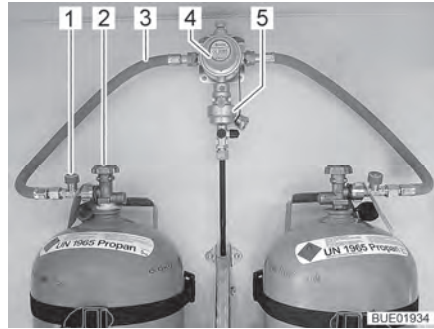
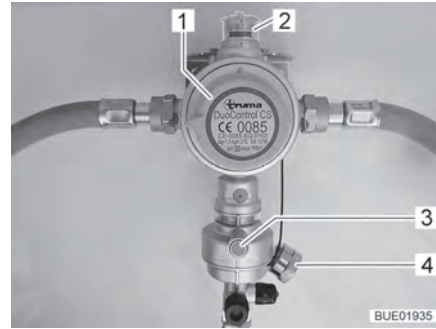
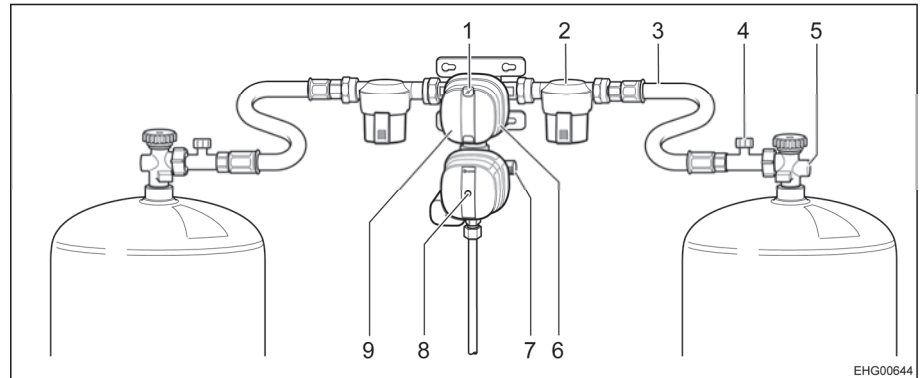

Bild 67 Gasflaskor med DuoControl
Bild 68 DuoControl-styrssystem
Bild 69 Gastryck-styrssystem DuoControl CS
DuoControl-styrssystemet består av en omkopplingsventil (Bild 67,4) och en crashsensor (Bild 67,5). DuoControl-styrssystemet är monterat mellan gasslangarna (Bild 67,3) med slangbrottssäkring (Bild 67,1). Med vredet (Bild 68,1) på omkopplingsventilen ställer du in vilken gasflaska som ska användas som driftflaska och vilken som ska användas som reservflaska.
I fönstret (Bild 68,2) visas gasförsörjningens status:
Drift med bara en gasflaska är tillåten. Den öppna anslutningen måste dock förslutas med ett blindlock (Bild 68,4) i detta fall.
Crashsensorn stänger av gastillförseln vid kraftig vibration (t. ex. vid en krock). Crashsensorn aktiveras genom att trycka på den gröna resetknappen (Bild 68,3).
Slangbrottssäkringen (Bild 67,1) stänger av gasflödet om den anslutna slangen går sönder. Slangbrottssäkringen måste aktiveras genom att trycka på den gröna knappen.
DuoControl-styrssystemet består av en omkopplingsventil med crashsensor (Bild 69,9). DuoControl-styrssystemet är monterat mellan högtrycksslangarna (Bild 69,3) med slangbrottssäkring (Bild 69,4). Med vredet (Bild 69,6) på omkopplingsventilen ställer du in vilken gasflaska som ska användas som driftflaska och vilken som ska användas som reservflaska.
På statusindikatorn (Bild 69,1) visas gasförsörjningens status:
Drift med bara en gasflaska är tillåten. Den öppna anslutningen måste dock förslutas med ett skruvlock (Bild 69,7) i detta fall.
Crashsensorn stänger av gastillförseln vid kraftig vibration (t. ex. vid en krock). Crashsensorn aktiveras genom att trycka på den gula återställningsknappen (Bild 69,8).
Slangbrottssäkringen (Bild 69,4) stänger av gasflödet om den anslutna slangen går sönder.
Kontrollenhet Gastillförseln via DuoControl-styrsystemet slås på och av på kontrollenheten (Bild 70). Gasflaskornas huvudavstängningsventiler (Bild 69,5) och gasavstängningsventilerna på apparaterna måste öppnas för hand.
- Med vredet (Bild 69,6) på omkopplingsventilen väljs gasflaskan, som ska prioriteras (driftflaska). Vrid alltid vredet till stoppläget.
- Öppna huvudavstängningsventilerna (Bild 69,5) på gasflaskorna.
- Aktivera slangbrottsäkringen (SBS). För att göra detta, tryck på den gröna knappen (Bild 67,1) resp. tryck på SBS (Bild 69,4) i cirka 5 sekunder. I fönstret resp. på statusindikatorn (Bild 69,1) visas den gröna markeringen.
- Stäng huvudavstängningsventilerna (Bild 67,2 resp. Bild 69,5) på gasflaskorna.
Om den gröna kontrolllampan (Bild 70,6) slocknar under drift och den röda kontrolllampan (Bild 70,5) tänds är driftflaskan tom och måste bytas ut. I fönstret (Bild 68,2) resp. på statusindikatorn (Bild 69,1) visas den röda markeringen. Gasförbrukarna försörjs med gas från reservflaskan.
- Vrid vredet (Bild 69,6) ett halvt varv i riktning mot den gasflaska som används för tillfället. Då blir denna gasflaska driftflaska och den tomma flaskan blir reservflaska. Markeringen i fönstret (Bild 68,2) resp. på statusindikatorn (Bild 69,1) växlar från rött till grönt.
- Stäng huvudavstängningsventilen (Bild 67,2 resp. Bild 69,5) på den tomma gasflaskan. Beakta pilriktningen.
- Aktivera slangbrottsäkringen (SBS). För att göra detta, tryck på den gröna knappen (Bild 67,1) resp. tryck på SBS (Bild 69,4) i cirka 5 sekunder.